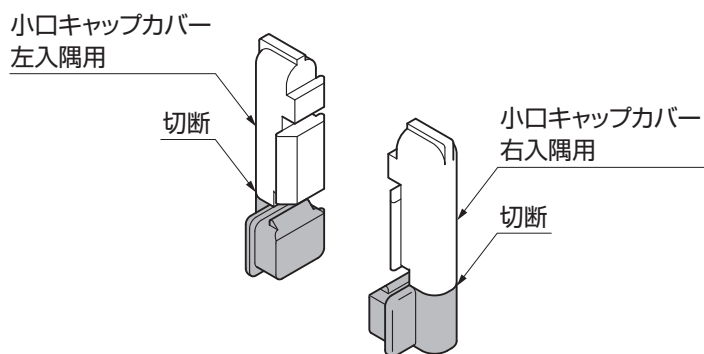

図11-8
⑤小口キャップカバーを切断してください。(図11-8参照)
- 小口キャップカバーは左右があります。図11-8を参照してどちらか一方を使用してください。